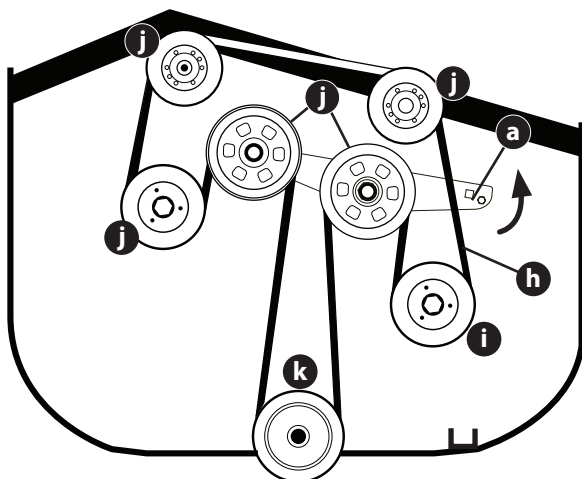

Fig. 42
- En utilisant une clé de 1/2 po (12,7 mm) dans le support de poulie de tension (a), tournez la clé vers l'avant de la tondeuse et faites glisser la courroie d'entraînement de la PDF (h) hors de la poulie de l'axe droit (i) (Fig. 42).
- Tout en maintenant le support de la poulie de tension, desserrez la courroie de la prise de force autour des poulies (j) et de l'embrayage de la prise de force (k) et faites glisser la courroie pour l'éloigner des poulies (Fig. 42).